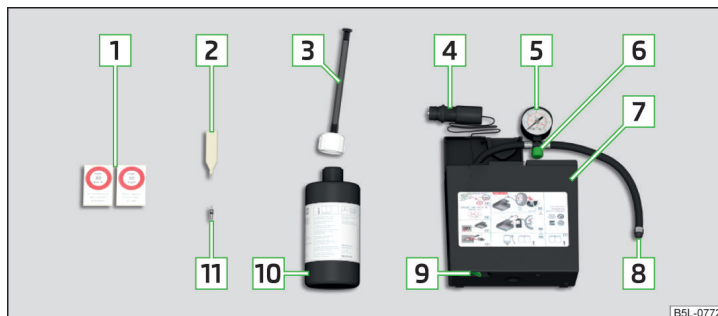

Fig. 177 Descripción del kit de averías
- Introducir el atornillador de inserto de válvula **[2]** » fig. 177 de la pág. 168 sobre el inserto de válvula de la manera que el inserto de válvula cabe en la ranura del atornillador de inserto de válvula.
- Agitar fuertemente y varias veces la botella **[10]** » fig. 177 de la pág. 168.
- Enrosque fija la manguera de llenado del neumático **[8]** » fig. 177 de la pág. 168 sobre la válvula del neumático.
- Pegue la etiqueta adhesiva correspondiente **[1]** » fig. 177 de la pág. 168 sobre el tablero de instrumentos en el campo visual del conductor.